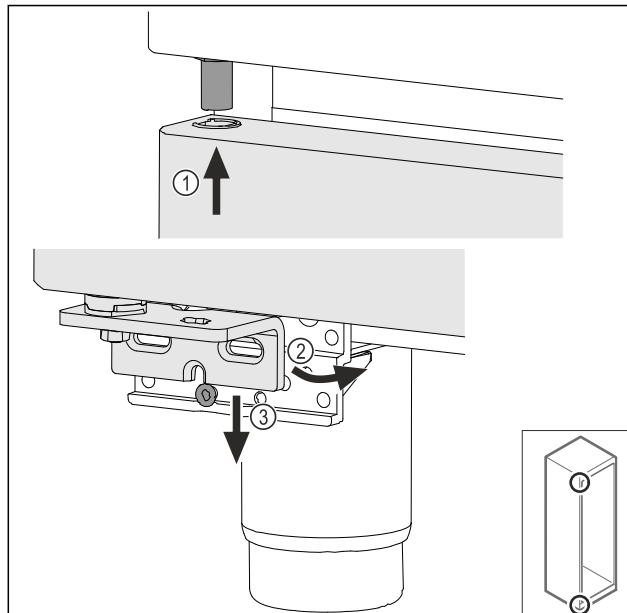

Fig. 70
- ▶ Rahlo nagnjena vrata vstavite zgoraj Fig. 70 (1), poravnajte vrata Fig. 70 (2) in jih spodaj postavite na vijak ležajnega podstavka Fig. 70 (3).